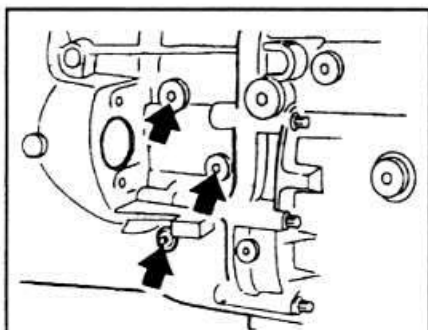

Рис. 5-5. Стрелками показаны оси вилки переключения передач с левой стороны картера КП
- С левой стороны картера КП снять ось вилки переключения передач (рис. 5-5).